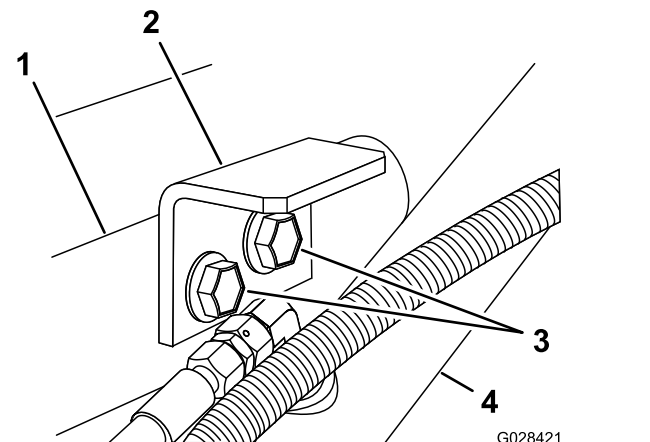

Bild 7
- Befestigen Sie die Befestigungshalterungen mit den zwei Bundkopfschrauben und der Sicherungsbundmutter, die Sie in Schritt 1 entfernt haben, an der Stützhalterung (**Bild 7**).